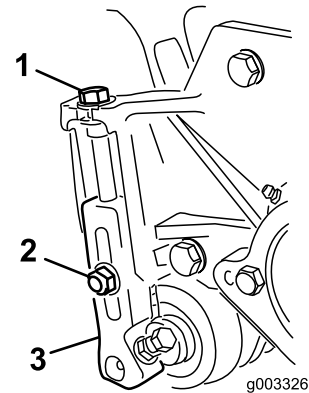

图10
3. 松开将剪草高度支架固定到滚刀组侧板上的锁紧螺母图10。